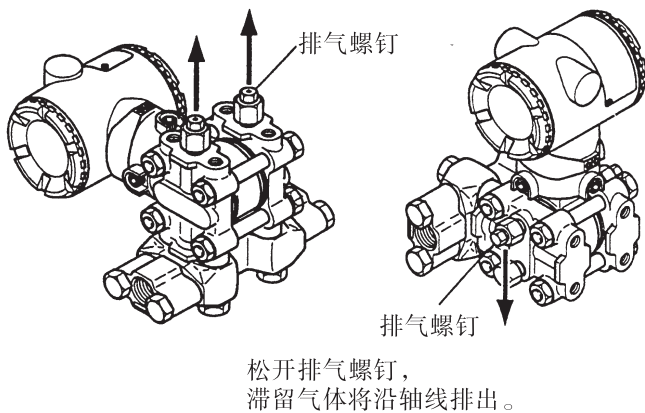

图 7.6.2 变送器排气
- a. 缓慢拧开排气螺钉, 排出测压部内气体(见图 7.6.2)。